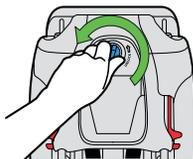

Figure 22
- Tournez le verrou du panneau d'accès vers la gauche et tirez pour l'enlever, tel qu'illustré dans la **Figure 22**.